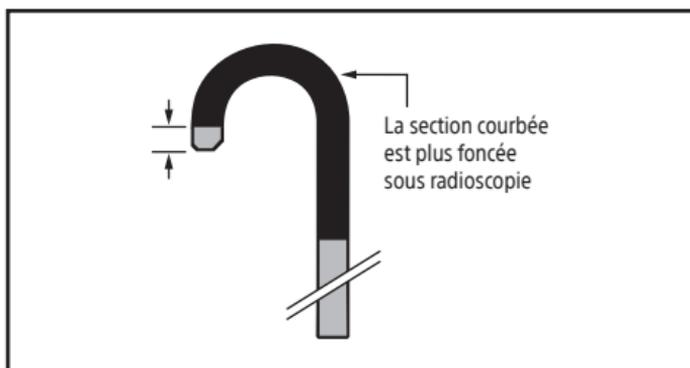

Figure 7. Section articulée et extrémité distale
2. Utiliser l'imagerie pour confirmer la position et l'articulation de l'extrémité distale de l'urétéroscope. L'extrémité distale dépasse légèrement celle de la section articulée (figure 7).